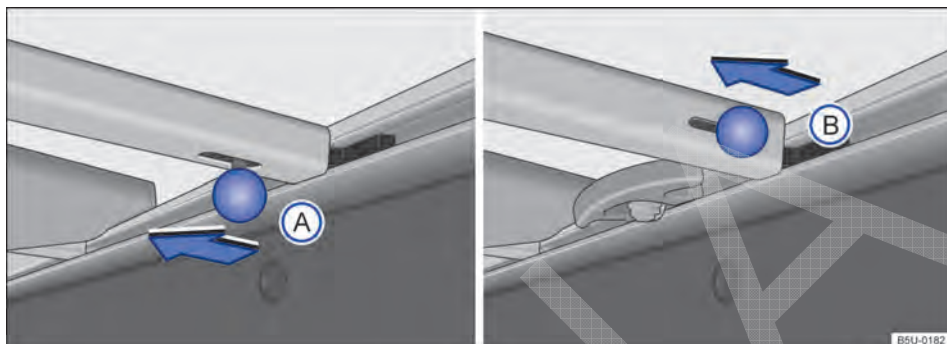
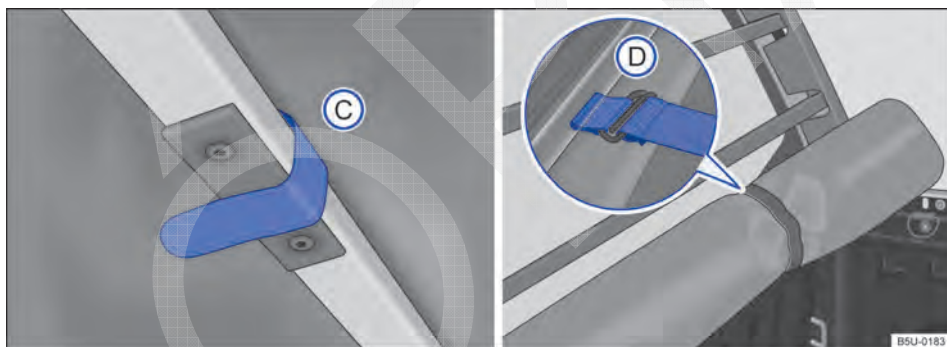

Fig. 69 Travessas no compartimento de carga: (A) veículos com suportes de amarração fixos, (B) veículos com suportes de amarração deslizantes.
Fig. 70 No compartimento de carga: tira de fixação e capota marítima corretamente recolhida.
- Para remover de tipo (A) ou (B), deslocar o pino de travamento no sentido da seta → Fig. 69. Para remover a travessa que está próxima ao vidro traseiro, é necessário soltar as tiras de fixação da capota → Fig. 70 (C).
- Após o recolhimento total da capota, prendá-las com as cintas de fixação (D).